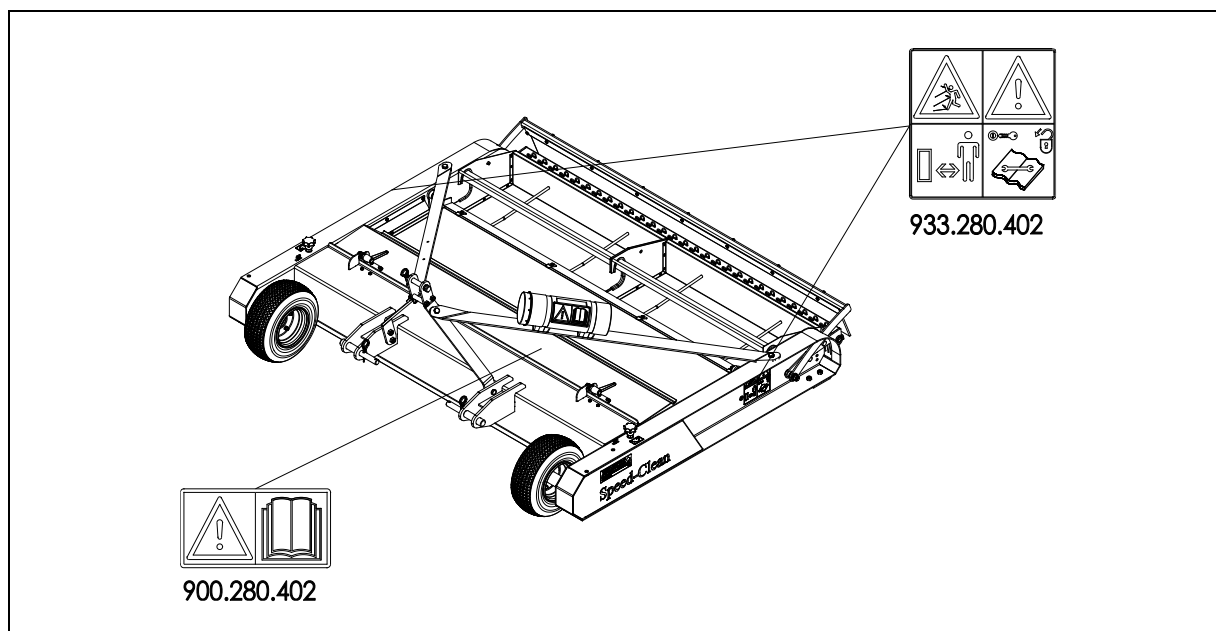

Fig. 5
Su entrambi i lati della Speed-Clean sono presenti (Fig. 5) adesivi di sicurezza (Fig. 3 e Fig. 4) con un significato simile. Questi adesivi di sicurezza devono essere sempre ben visibili e leggibili, e, se danneggiati, devono essere sostituiti.
- (7) Posizione degli adesivi di sicurezza. (Fig. 5)